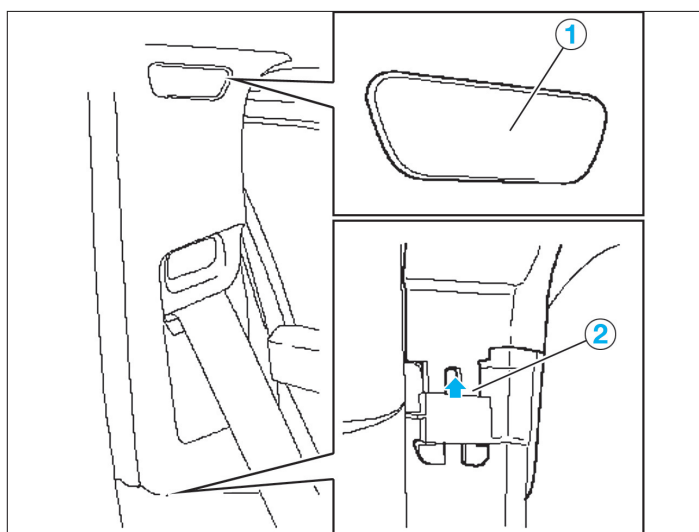

FIG. 66
- le cache supérieur (1) de montant "B" de pied milieu (fig. 66).
- Décliper les garnitures supérieures de montant "B" de ses fixations (2).